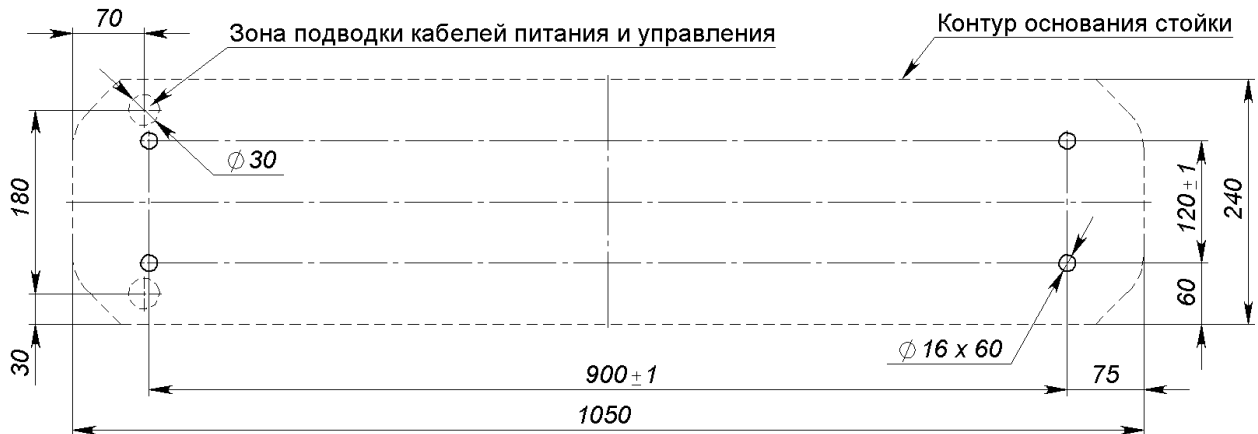

Рисунок 6 — Схема разметки для установки стойки KTC01
8.4.2 Подготовьте в полу отверстия под гильзы анкеров для крепления стойки KTC01 (см. рисунок 6). При необходимости прокладки кабелей под поверхностью пола подготовьте в полу кабельный канал, подходящий к зоне ввода этих кабелей в стойку KTC01. Установку и крепление стойки производите после прокладки всех кабелей в кабельном канале и внутри стойки. Прокладка кабелей внутри стойки показана на рисунке 7.